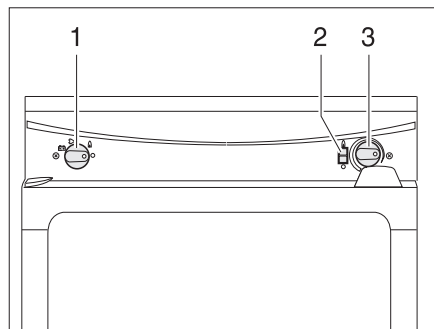

Fig. 133 Elementi di comando per il frigorifero (Thetford senza SES)
- Posizionare il selettore di energia (Fig. 133,1) su gas "🔥".
- Premere il pomello girevole (Fig. 133,3) e mantenerlo premuto. L'alimentazione del gas è ora aperta. L'accensione avviene automaticamente. È udibile un ticchettio fino a quando procedura di accensione non è stata portata a termine.
- Mantenere premuto il pomello girevole (Fig. 133,3) finché l'indicatore di fiamma (Fig. 133,2) non diventa verde e poi rilasciarlo. Quando la fiamma si spegne, l'apparecchio di accensione ripete automaticamente il procedimento di accensione.
- Posizionare il selettore di energia (Fig. 133,1) su "○". Il frigorifero è spento.
- Posizionare il selettore di energia (Fig. 133,1) su funzionamento elettrico a 230 V "⚡".
- Impostare la temperatura di refrigerazione con il pomello girevole (Fig. 133,3).
- Posizionare il selettore di energia (Fig. 133,1) su funzionamento a 12 V "⚡".